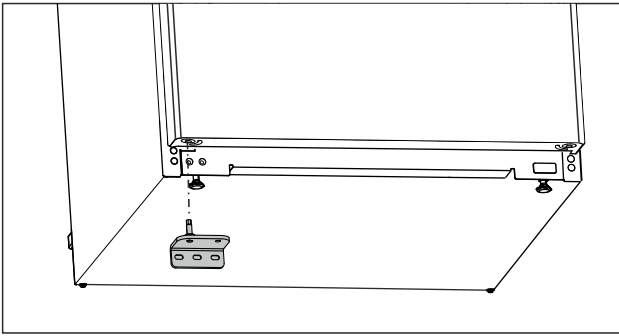

Fig. 17
- ▶ Montați suportul de lagăr inferior pe partea opusă. (vezi Fig. 17)